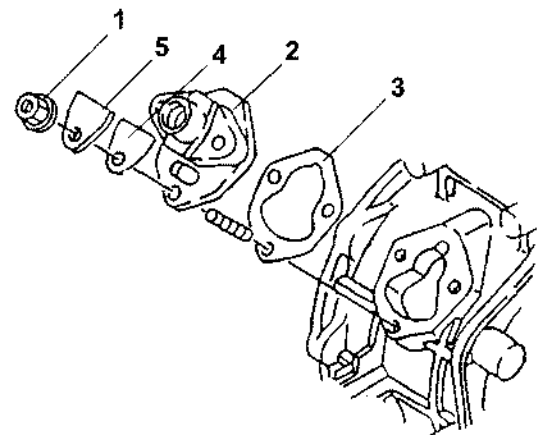

Рис. 45
1. Выкрутите специальную гайку насоса (Рис. 45, (1)) и выньте топливный насос высокого давления (Рис. 45, (2)).
2. Измените толщину Т с помощью регулировочной прокладки (Рис. 45, (3)) на основании измерений впрыска θ .
3. Закрепите насос высокого давления, прокладку (Рис. 45, (4)) и крышку (Рис. 45, (5)) специальной гайкой насоса.